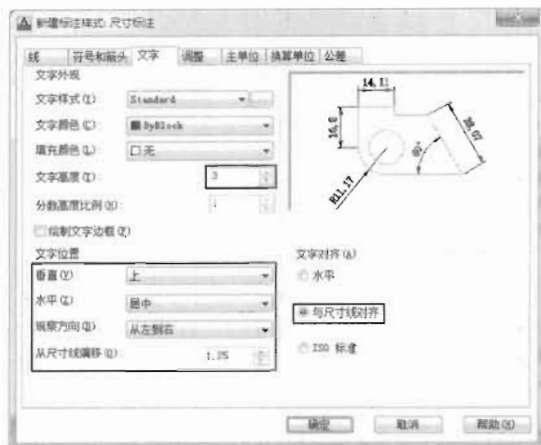

图 11-109
(5) 选择“文字”选项卡,切换到“文字”选项面板,在该面板中设置尺寸标注的文字大小和字体样式,具体参数设置如图 11-109 所示。